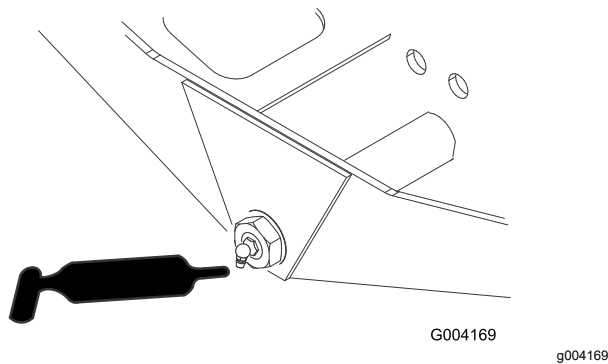

Figura 45
- Articulação do direção do eixo (1 cada) – Figura 45